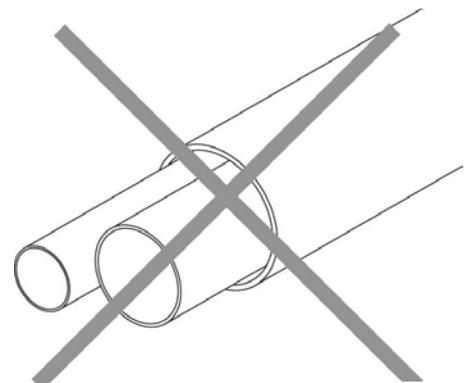

Fig.30
**➔ Non inserire entrambe le tubazioni nella medesima guaina, si compromette il perfetto funzionamento dell'impianto (fig. 30).**